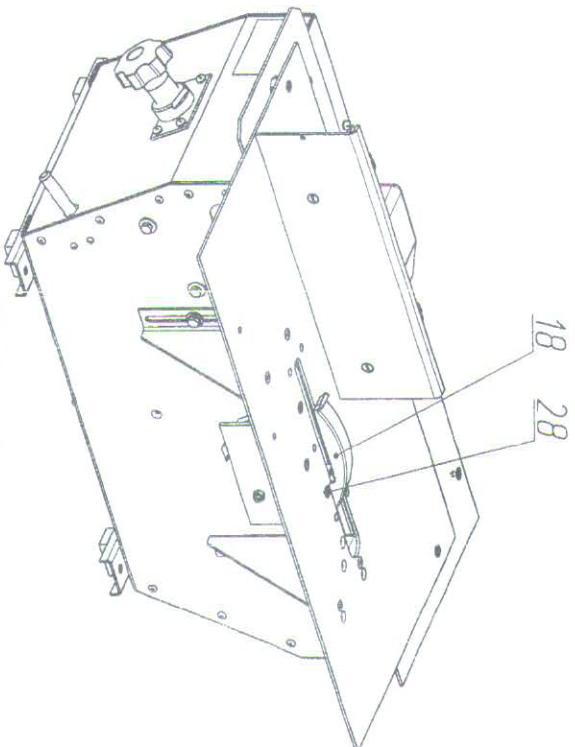

Рисунок 6
Фрезерование пазов (Рисунок 6)
- при помощи винтов **28** закрепите на плите **8** приспособление защитное **18** (**Рисунок 6**);